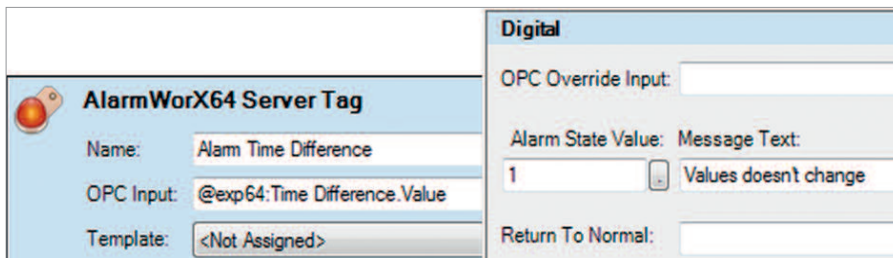

Рис. 7. Определение сигнала тревоги
2. Установите значение 1 для Alarm State Value и сохраните конфигурацию тревоги (рис. 7).